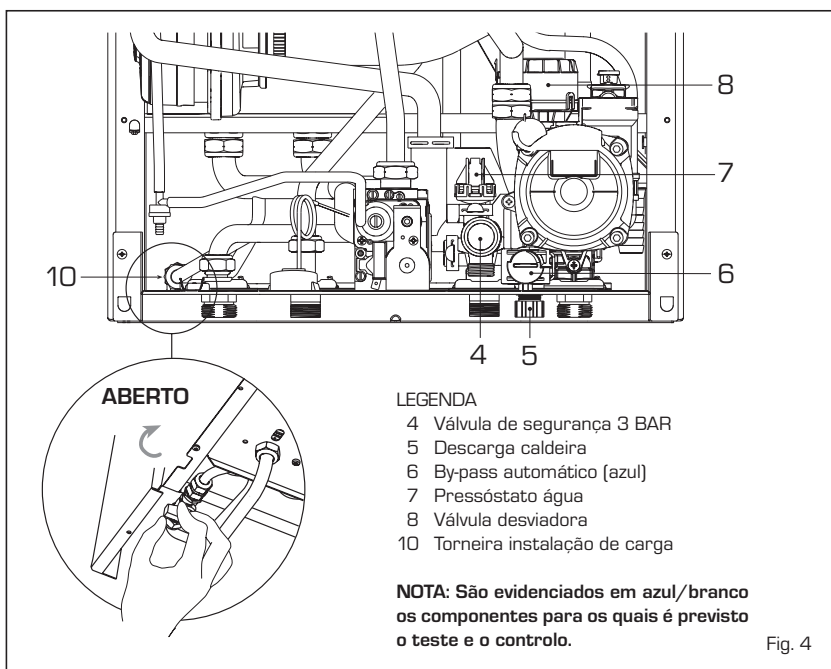

Fig. 4
2.5 ENCHIMENTO DO APARELHO (fig. 4)
O enchimento do sistema é efectuada pela torneira específica (10 fig. 4). A pressão de abastecimento com o circuito frio deve estar compreendida entre **1-1,2 bar**.
2.5.1 Esvaziamento do equipamento (fig. 4)
Para efectuar esta operação, utilizar la descarga caldeira (5 fig. 4). Antes de efectuar esta operação deve-se desligar a caldeira.